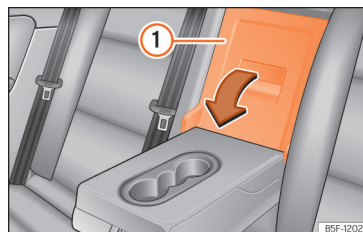

Fig. 196 En el respaldo del asiento trasero: apertura de la trampilla.
- Tire de la palanca de desbloqueo en el sentido de la flecha y abata completamente la tapa de la trampa »» fig. 196 ① hacia delante.